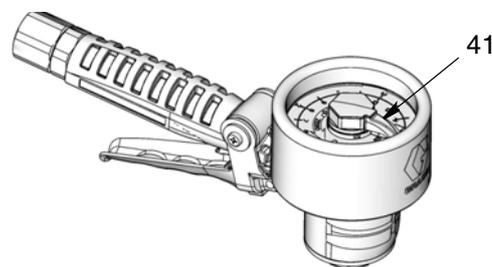

FIG. 9
1. Gire la boquilla automática con pestillo giratorio (101) en sentido contrario a las agujas del reloj para abrir la boquilla. Inserte la boquilla en el receptáculo para fluido y dispare el gatillo (12).
2. Observe cómo se mueve el puntero del medidor (41) en el dial del medidor (37). Suelte el gatillo (12) cuando se haya dispensado la cantidad deseada de fluido.
3. Gire el puntero del medidor (41) en sentido contrario a las agujas del reloj para que regrese a "0" antes de volver a dispensar fluido. Consulte FIG. 9